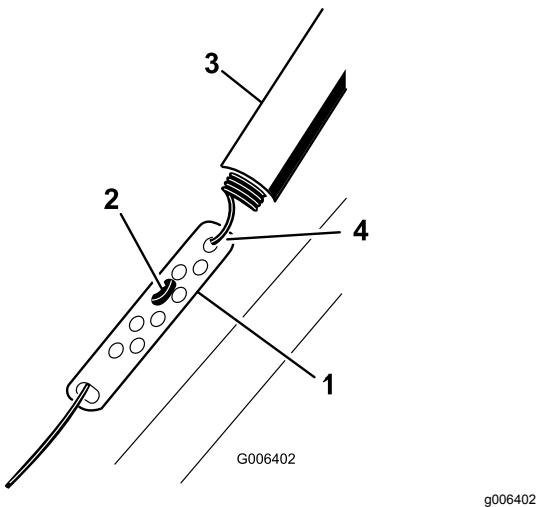

Bild 18
- Schieben Sie die Federabdeckung nach oben und haken Sie die Feder aus dem Einstellglied aus (Bild 18).
- Setzen Sie das Z-Anschlussstück in ein höheres oder niedrigeres Loch am Einstellenker, um den Abstand von 2 mm bis 3 mm zwischen dem Schaltbügel und dem Holm zu erhalten (Bild 18).